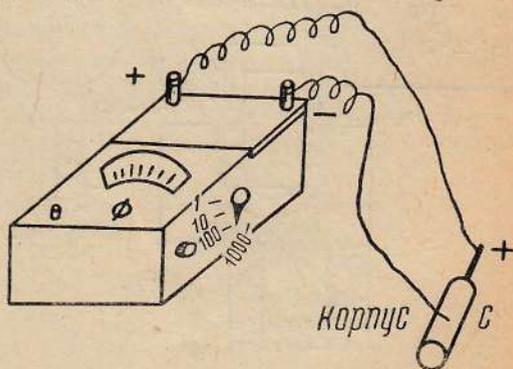

Рис. 5. Проверка электролитических конденсаторов:
В мастерских для проверки электролитических конденсаторов можно применить простой, но вполне оправдывающий себя способ. Собирается схема, указанная на рис. 5. Омметр устанавливается на 4-й предел, т. е. на измерение порядка мегом или долей мегома. Плюсовой конец омметра присоединяем к плюсовому концу электролитического конденсатора—10 мкф 450 в (1), а другой конец омметра—к корпусу или к отрицательному полюсу. При включении стрелка омметра резко отклоняется в сторону нуля и затем медленно начинает приближаться к бесконечности. В хорошем конденсаторе сопротивление должно быть порядка одного мегома. Для более тщательной проверки следует отключить на 1—2 секунды плюсовой конец от испытуемого конденсатора, а затем снова присоединить его. При этом стрелка омметра должна отходить от своего первоначального положения не более чем на 100 000—200 000 ом. Чем больше утечка конденсатора, тем скорее он разряжается и тем больше будут отклонения стрелки прибора при проверке.